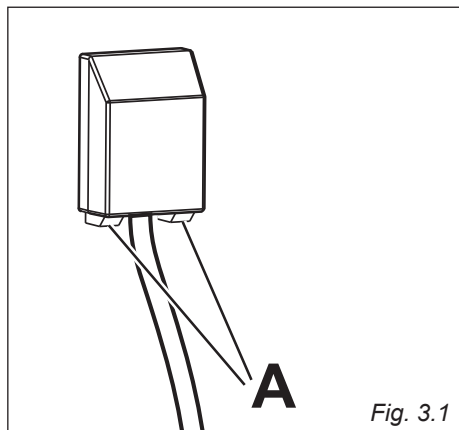

Fig. 3.1
- Sganciare il coperchio della morsettieria inserendo un cacciavite nei due agganci “A” (fig. 3.1).
L'afflusso del gas ai bruciatori è regolato da un rubinetto valvolato comandato dalla manopola di fig. 3.1.
- ✓ L'accensione elettrica è incorporata nelle manopole dei bruciatori e si identifica per il simbolo "★" vicino al simbolo "●" (fig. 3.1).